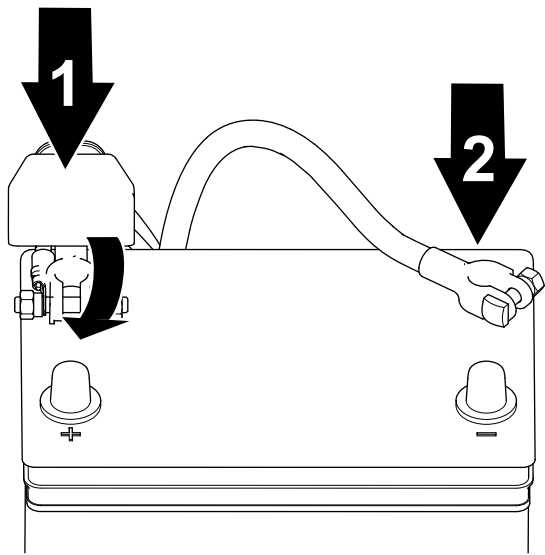

Figura 44
1. Conecte el cable positivo a la batería y apriete la tuerca de pinza de la batería (Figura 44).
2. Conecte el cable negativo a la batería y apriete la tuerca de pinza de la batería (Figura 44).